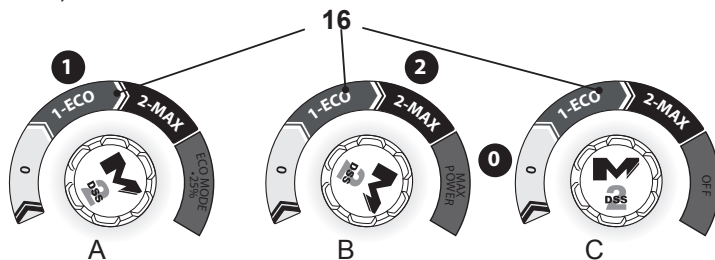

Fig. 18
1. Coloque o botão liga / desliga (16) na posição "1" para ligar o produto e trabalhar em **MODO ECO** (baixa velocidade) (Fig. 18, A). O MODO ECO pode economizar até 25% no consumo de energia.
2. Coloque o botão liga / desliga (16) na posição "2" para ligar o produto e trabalhar com **MAX POWER** (alta velocidade) (Fig. 18, B).
3. Coloque o botão liga / desliga (16) na posição "0" para desligar o produto (Fig. 18, C).